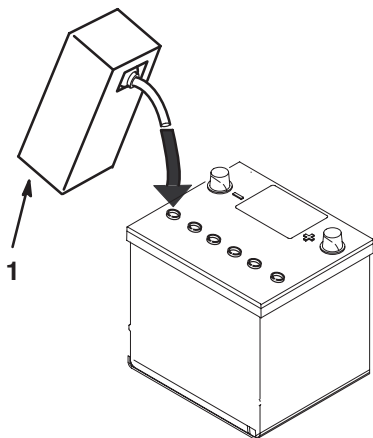

Bild 18
4. Lassen Sie die Batteriesäure ungefähr 20 bis 30 Minuten in die Platten einsickern. Füllen Sie ggf. mehr Batteriesäure ein, bis die Flüssigkeit ungefähr 6 mm vom Boden des Füllbrunnens bedeckt (Bild 18).